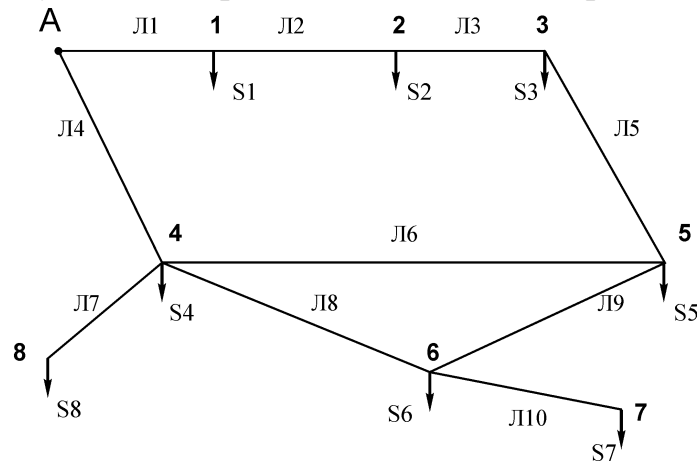

Рис. 1. Схема электрической сети
1. Электроснабжение потребителей электроэнергии в узлах нагрузки возможно осуществить от пункта питания "А" энергосистемы и от электрических станций, входящих в ЭЭС. Географическое расположение подстанции "А" и узлов электрической сети дано на рис. 1.